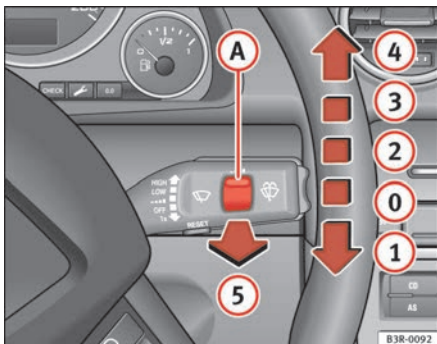

Abb. 100 Scheibenwischerhebel
Der Scheibenwischerhebel ⇒ Abb. 100 hat folgende Stellungen:
Betätigen Sie bei eingeschaltetem Licht die Wisch-/Waschautomatik ⇒ Seite 131, Abb. 100 (5), wobei Sie den Hebel länger als etwa 1 Sekunde angezogen halten.